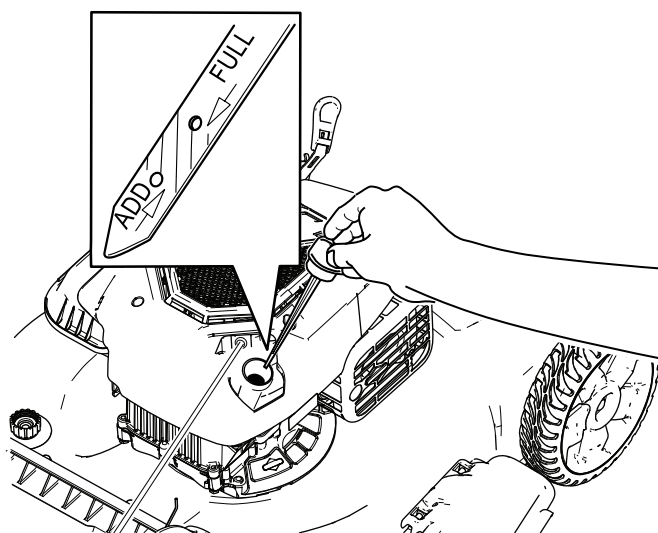

Figure 12
2. Retirez la jauge et essuyez l'extrémité avec un chiffon propre, puis insérez-la dans le tube de remplissage (Figure 12).
3. Sortez de nouveau la jauge et vérifiez le niveau d'huile sur l'extrémité de la jauge (Figure 12).